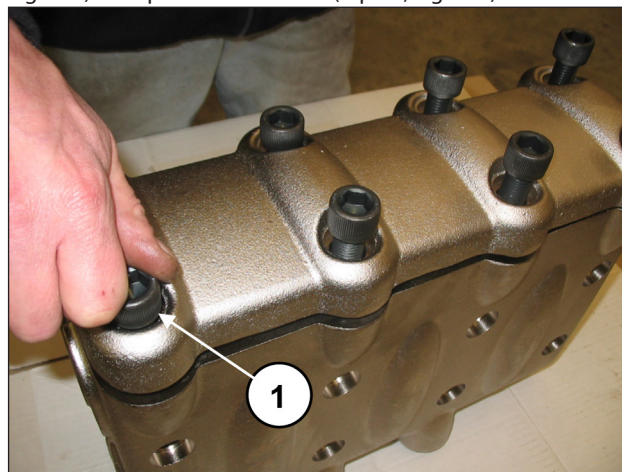
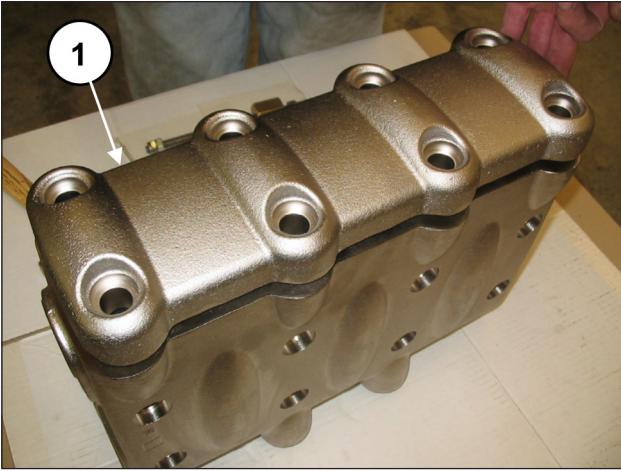

Fig. 106
Fig. 107
Déposer les 8 vis M16x150 du couvercle des soupapes (rep. ①, Fig. 106) et déposer le couvercle (rep. ①, Fig. 107).